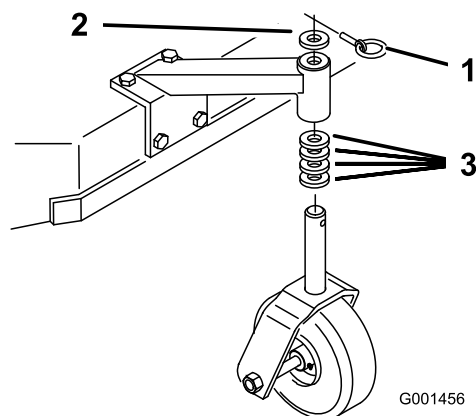

Figure 17
1. En vous reportant à la Tableau des hauteurs de coupe \(page 23\), ajustez les entretoises des roues pivotantes en fonction du trou de réglage de l'essieu sélectionné (Figure 17).
2. Retirez la goupille de verrouillage, sortez la roue pivotante de son support et changez les entretoises (Figure 17).
3. Mettez la roue pivotante en place dans le support et insérez la goupille de verrouillage (Figure 17).